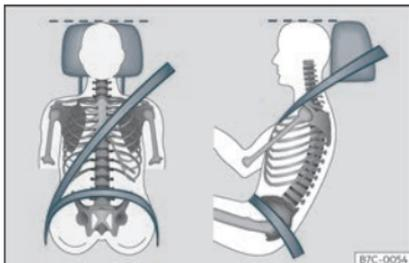

Fig. 3 Sangle bien ajustée et appui-tête correctement réglé.
- Réglez l'appui-tête de manière à ce que son bord supérieur soit, dans la mesure du possible, à la même hauteur que la partie supérieure de votre tête, et au moins à la hauteur de vos yeux. Gardez la nuque le plus près possible de l'appui-tête»» **fig. 3**.